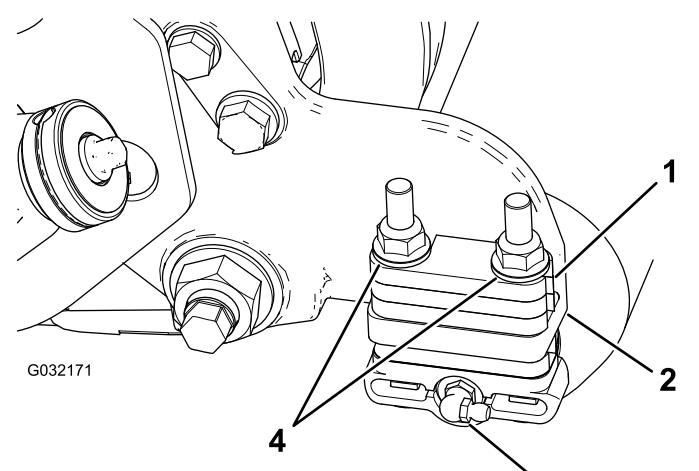

图 3
1. 从滚刀组的滚筒刷架一侧拆除滚筒的黄油嘴 图 3。
1. 拆下将每个滚筒支架固定到每个侧板的 2 个凸缘锁紧螺母以及位于侧板安装法兰顶部的所有 6mm 隔片 图 3。